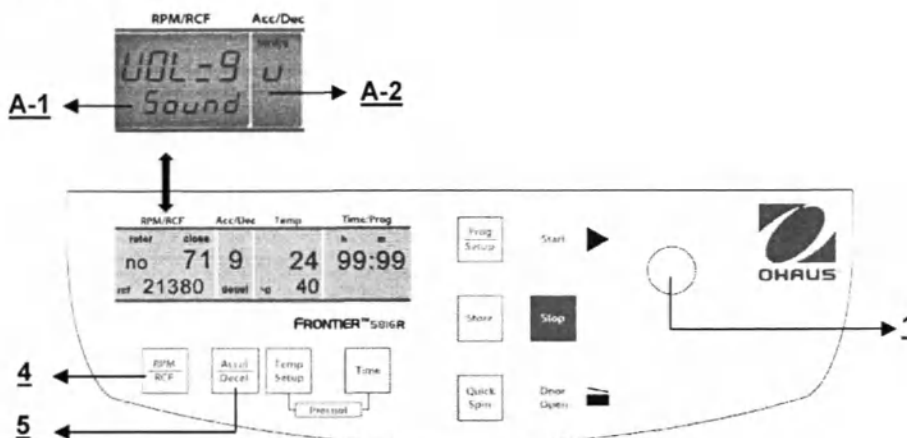

Рис. 33
Для входа в данный режим программирования выполните действия, описанные в пункте 4.1.1, после чего нажмите кнопку **«Accel/Decel»** (5). На дисплее **«Acc/Dec»** (A-2) замигает надпись **«Service»**. С помощью кнопки регулировки (1) выберите букву **«U»**. На дисплее **«RPM | RCF»** (A-1) высветится надпись **«Vol=0-9/Sound»**. Нажмите на кнопку **«RPM | RCF»** (4) и выберите желаемую громкость звукового сигнала в диапазоне от 0 (тихо) до 9 (громко) с помощью кнопки регулировки (1) (см. рис. 33).